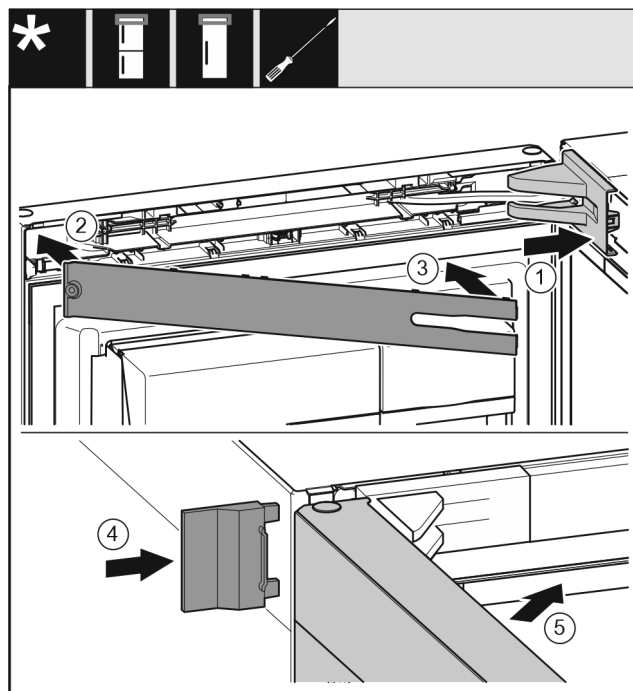

Fig. 46
- ▶ Vendosni kapakun mbulues të bazamentit mbështetës Fig. 46 (1) dhe mbërthejeni në vend, duke i ndarë nga njëri-tjetri nëse nevojitet.
- ▶ Vendosni panelin mbulues Fig. 46 (2).
- ▶ Hapni kapakun Fig. 46 (3) dhe mbërthejeni.
- ▶ Shtyni kapakun mbulues të jashtëm Fig. 46 (4).
- ▶ Mbyllni derën lart Fig. 46 (5).